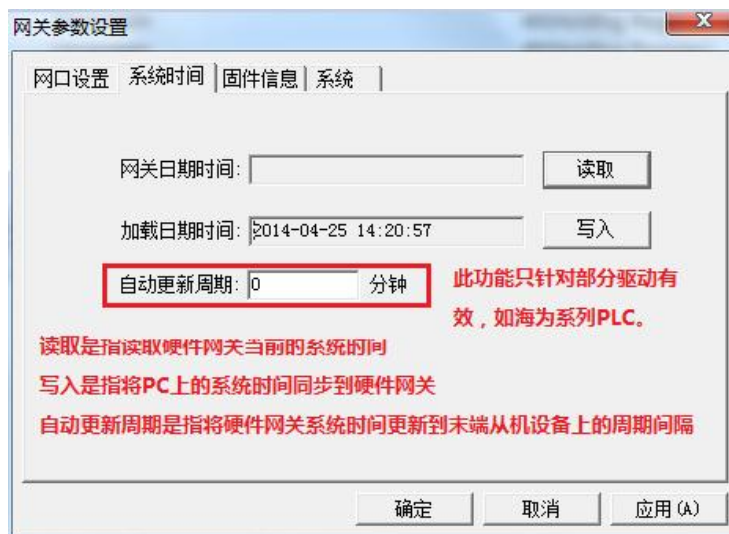

图 3-10-3 系统时间设置
**系统时间：**能够读取硬件网关当前系统时间，如果时间与正常时间不匹配，可以点击“加载”功能刷新硬件网关系统时间，自动更新周期是指将硬件网关的系统时间更新到底层末端设备上的周期间隔，如图 3-10-3 所示。